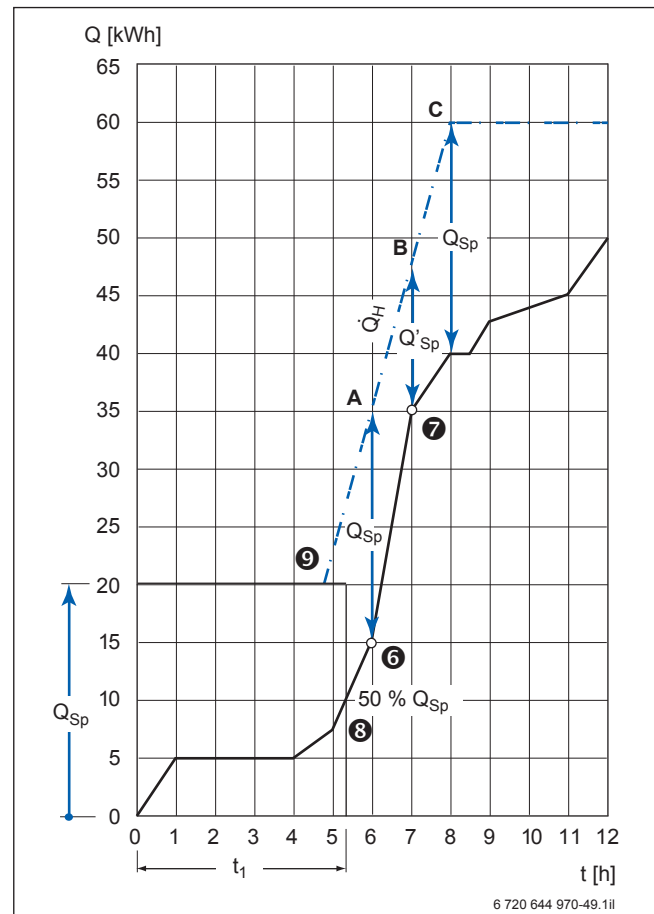

Bild 62 Konstruieren der Heizlinie im Wärmeschaubild
Die Speicherkapazität  $Q_{Sp}$  ist entsprechend dem kurzzeitigen Spitzenbedarf zwischen den Bedarfspunkten ⑥ und ⑦ aus dem Wärmeschaubild Bild 62 gewählt und beträgt:
Bei einer gewählten Speichertemperatur  $\vartheta_{Sp} = 60 \text{ °C}$  und der Zapftemperatur  $\vartheta_{WW} = 40 \text{ °C}$  darf die Speicherkapazität nicht unter  $Q'_{Sp} = 12 \text{ kWh}$  abfallen. Damit liegen die Punkte A und B fest (→ Bild 62).
Die benötigte Speicheraufheizleistung (Dauerleistung) ist mit Hilfe der Grundformel 73 (→ Seite 184) aus den Kapazitätswerten des Gesamtbedarfs (→ Bild 62, Punkt C) und der vollständigen Entladung des Speichers (Punkt A) sowie den dazugehörigen Zeiten zu berechnen: